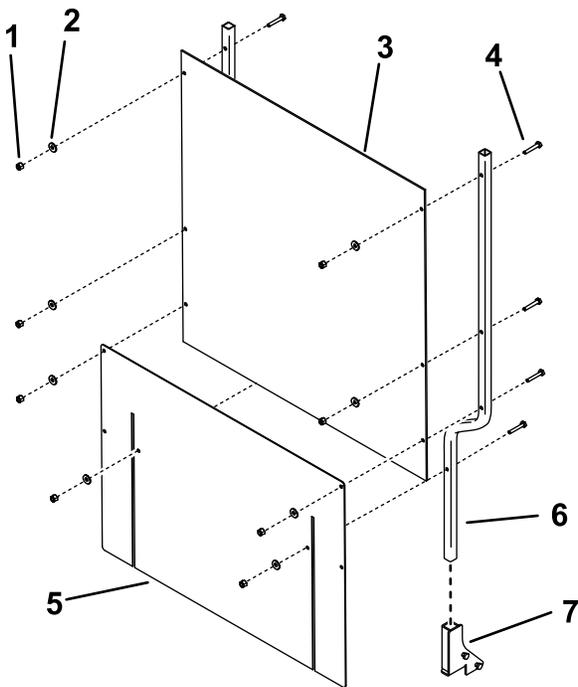

Bild 9
1. Schieben Sie die Schutzblechstützen in die Aufnahmetaschen in den Schutzblechhalterungen an der Zugmaschine (Bild 8 oder Bild 9).
- Montieren Sie das Schutzblech und die flexible Schürze mit acht Schrauben ($\frac{1}{4}$ " x $1\frac{1}{2}$ "), acht Scheiben und acht Sicherungsmuttern ($\frac{1}{4}$ ") an den Schutzblechstützen, wie in Bild 8 oder Bild 9 abgebildet.